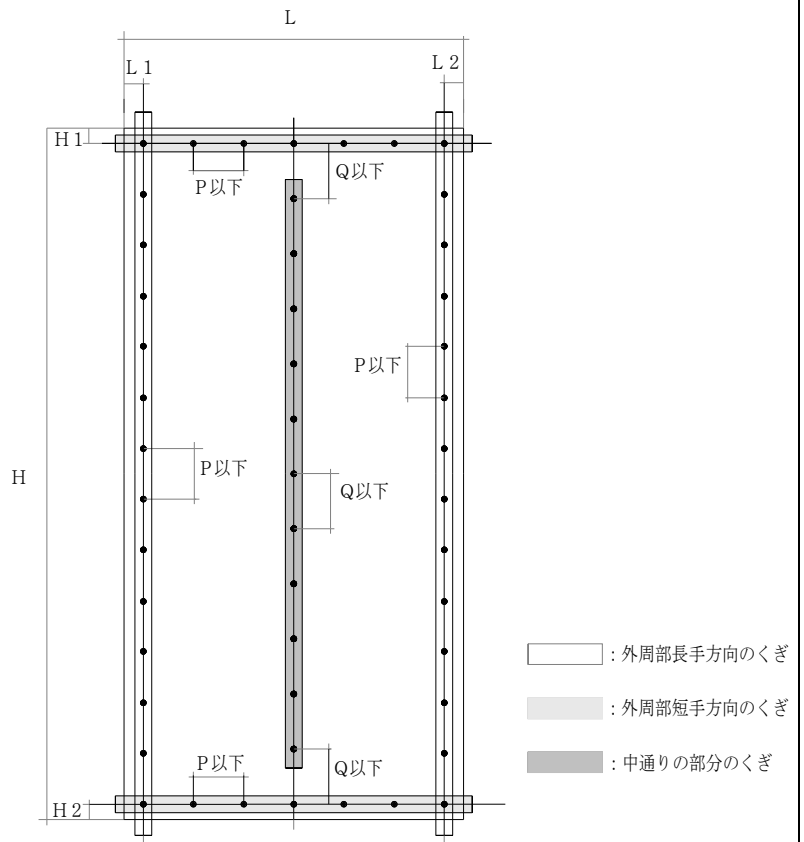

図5 タイガーEX ハイパーくぎ留め付け本数概略
- ・面材の外周部及び中通りの部分における、くぎ本数の算出方法について（図5参照）